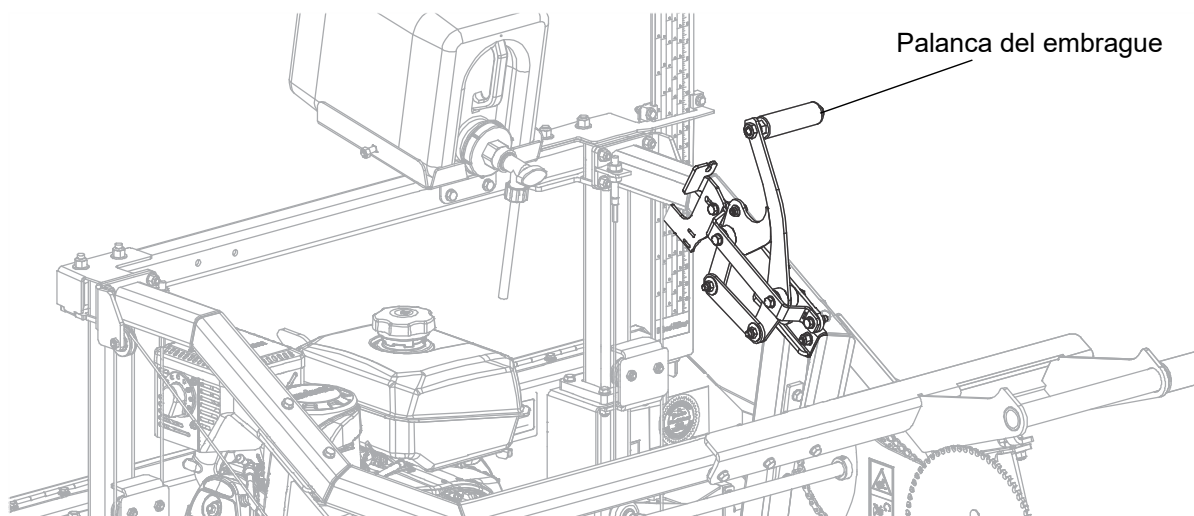

FIG. 5-4
6. Accione la manija de embrague moviéndola hacia usted tal como se muestra en la Fig.5-4 .